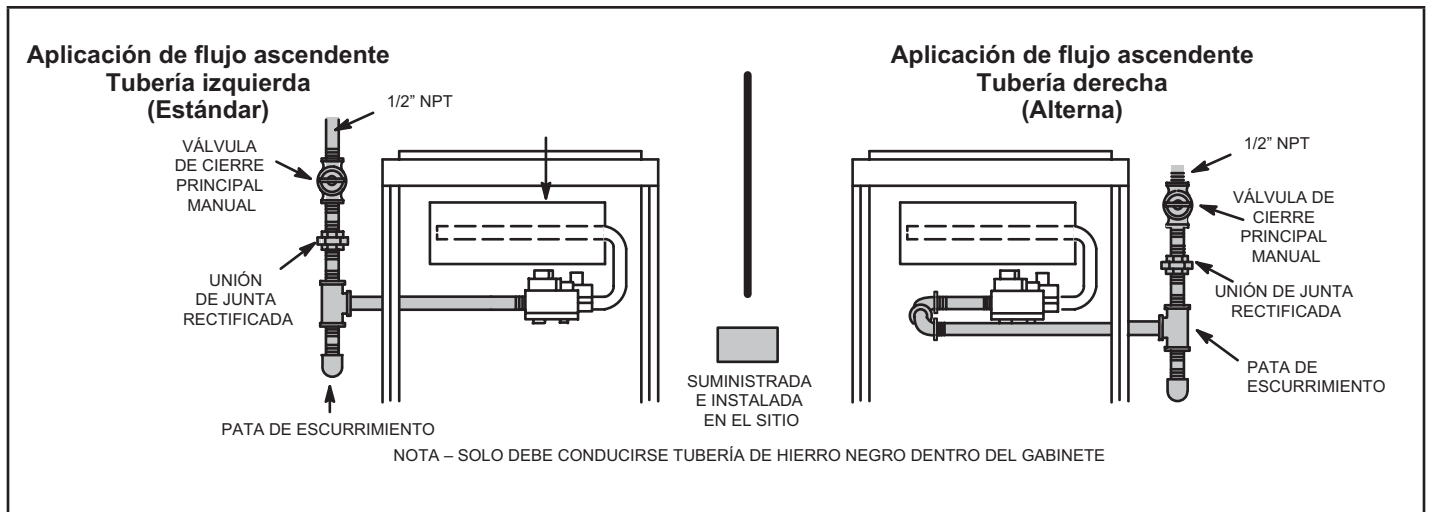
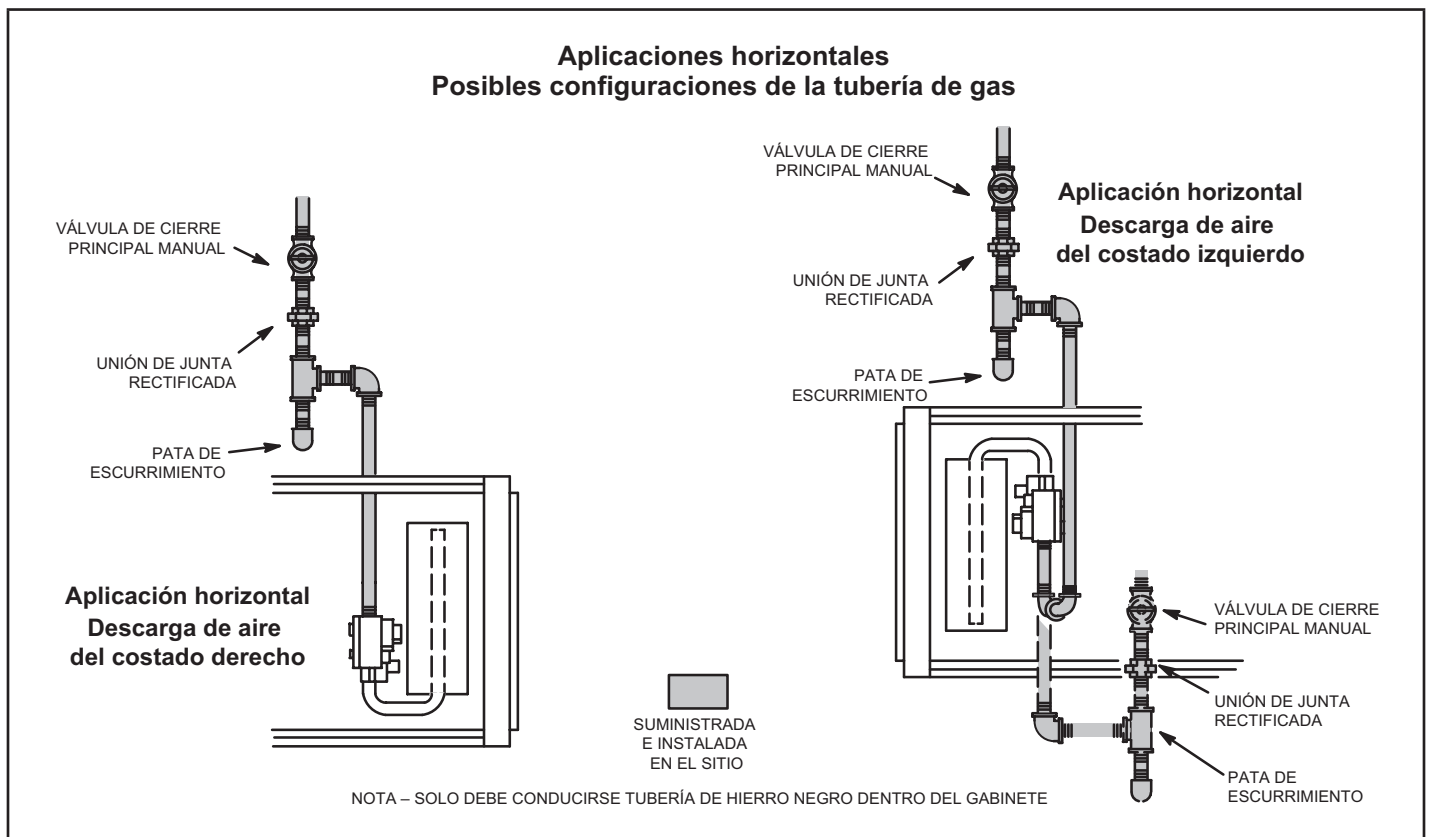

Figura 55
Figura 56
- 1 - La tubería de gas se puede conducir a la unidad desde el lado izquierdo o lado derecho. La tubería de suministro entra a la válvula de gas desde el costado de la válvula como se muestra en la Figura 55. Conecte la tubería de suministro de gas a la válvula de gas. La torsión máxima es de 800 pulg-libras y la torsión mínima es de 350 pulg-libras cuando se conecte la tubería de gas a la válvula de gas.
- 3 - La tubería de gas no debe tenderse a través de los conductos de aire, canaletas de ropa, chimeneas o ventilación de gas, montaplatos o el hueco del ascensor. Centre la línea de gas en el centro del agujero para tuberías. La línea de gas no debería tocar el costado de la unidad. Ver la Figura 55 y la Figura 56.